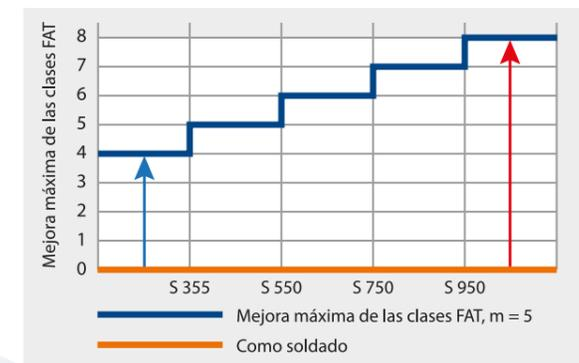
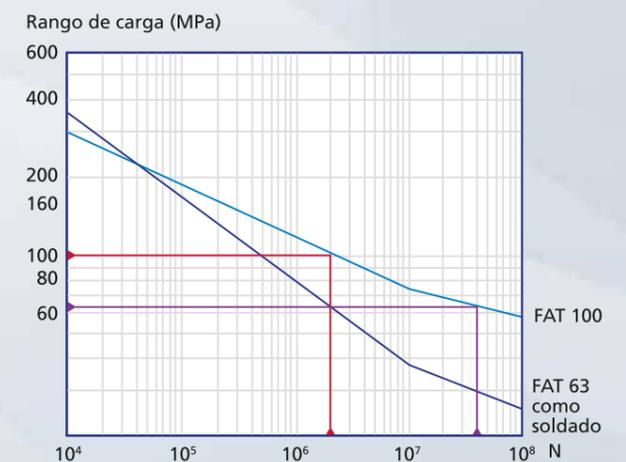

Fig. 1: Mejora máxima de las clases FAT mediante el método HiFIT (según las directivas IIW para HFMI)
Fig. 2: Diagrama S-N para  $f_y < 355$  MPa;  $R 0,15$  (según la directiva IIW para HFMI)
La unión soldada de un material  $f < 355$  MPa se cataloga en la clase FAT 63. El rango de carga máxima es de 63 MPa a  $2 \times 10^6$  ciclos de carga (véase la figura 2). El martilleo HiFIT aumenta la clase FAT en 4 niveles (véase la fig. 1, flecha azul) hasta FAT 100, el rango de carga admisible es ahora de 100 MPa. El aumento es de aproximadamente un 60%. Con el mismo rango de carga (63 MPa), la vida útil aumenta de 2 a 40 millones de ciclos de carga. ¡Eso es un factor de 20 veces más! (véase la figura 2)
La misma unión soldada se ejecuta ahora en un material  $f \geq 950$  MPa. Si la estructura no se martillea, el rango de carga y el número de ciclos de carga máxima no cambian (rango de carga 63 MPa con  $2 \times 10^6$  ciclos de carga) (véase la figura 3). El uso de un grado de acero de alta resistencia por sí solo no supone ninguna mejora. El tratamiento HiFIT eleva ahora la clase FAT en 8 niveles (véase la fig. 1, flecha roja) de 63 a 160 MPa. El rango de carga es ahora de 160 MPa y 2 millones de ciclos de carga. Esto supone una mejora de aproximadamente el 150%. Con el mismo rango de carga (63 MPa), la vida útil aumenta de 2 millones a MÁS de 100 millones de ciclos de carga. Es probable que el componente no falle nunca. (véase la figura 3).
- utilizarse con un ángulo de entre 60° y 80° con respecto al material base (véase la fig. 1) y de 70° a 90° en la dirección de avance (véase la fig. 2).